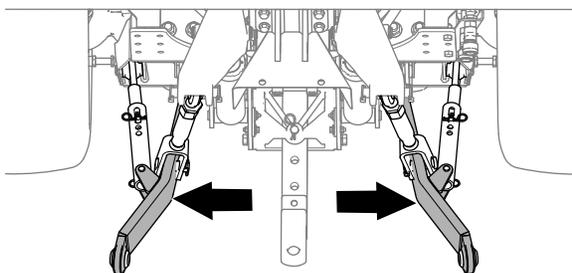

図 15
2. 下リンクアーム図 15を外側一杯に出すトラクションユニットのオペレーターズマニュアルを参照。